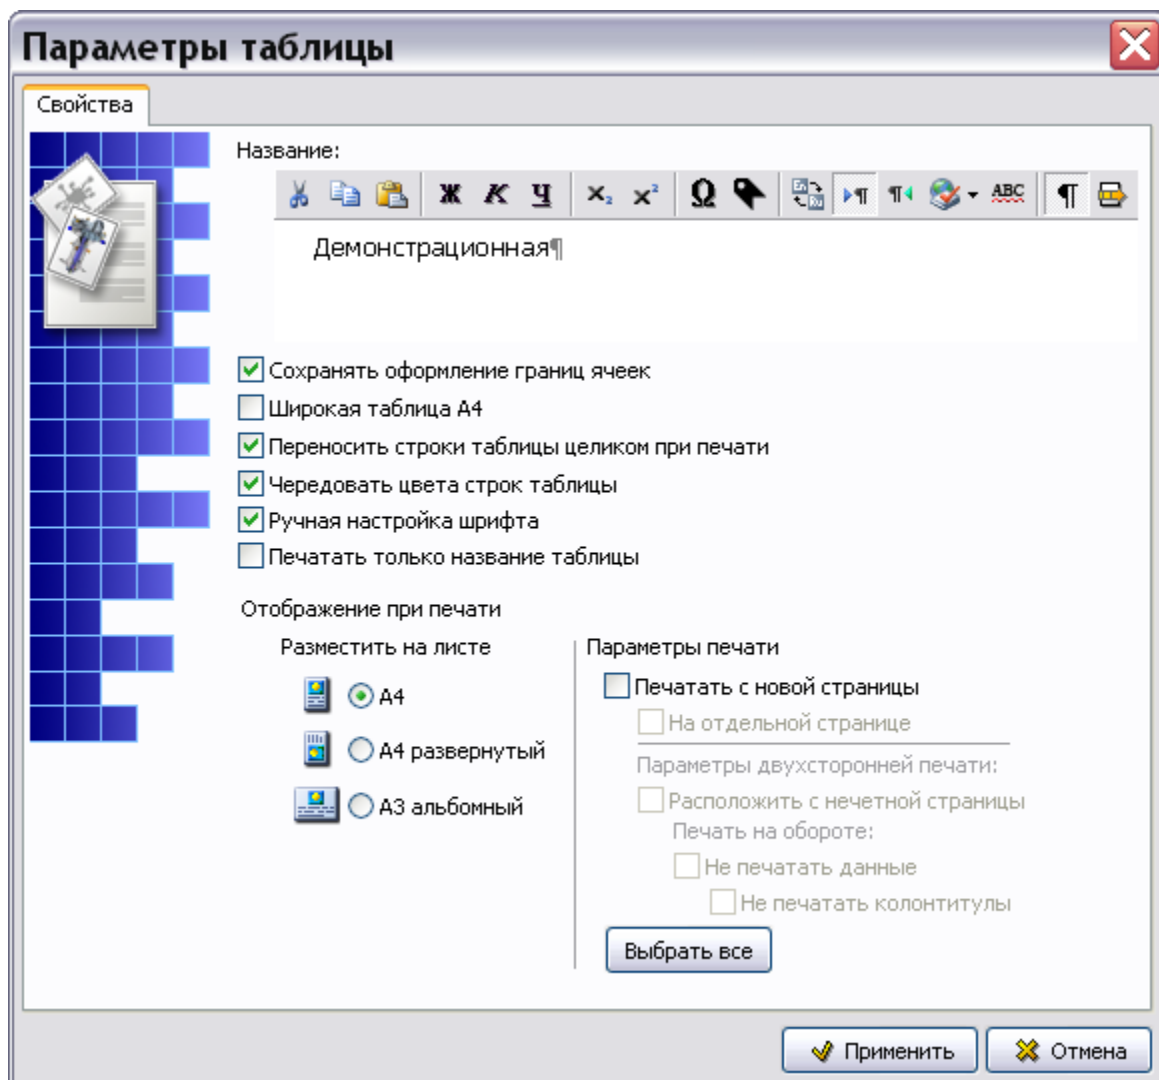

Рис. 5.68
9. Пример окна **Параметры таблицы** с введенными параметрами показан на Рис. 5.68.